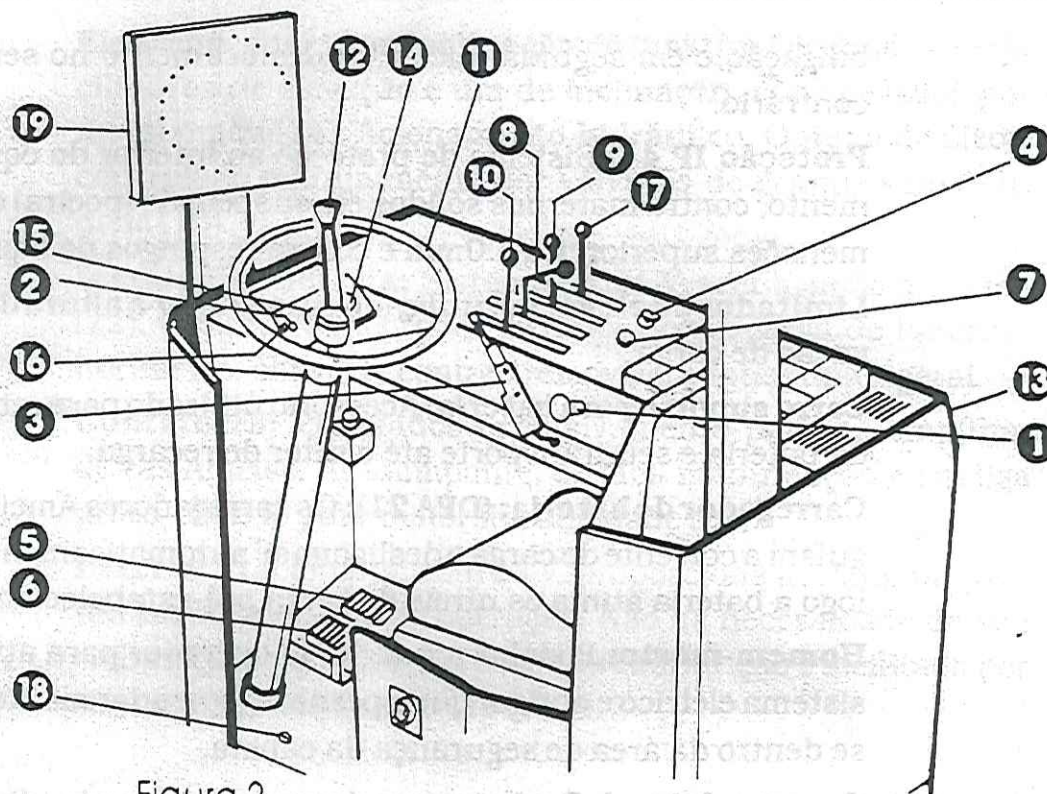

Figura 2
Puxar o interruptor geral (1) - figura 2.
Pressionar o interruptor Homem-morto (18) - figura 2. (item opcional)
Em caso de emergência ou antes de abrir a porta do quadro elétrico, pressionar o INTERRUPTOR GERAL (1)- figura 2 - para posição desligado.